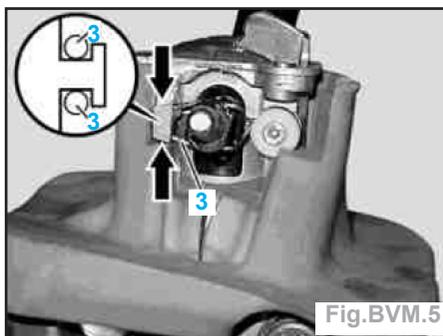

Fig.BVM.5
- Attention :** faire attention à ce que le ressort (3) s'appuie bien contre le palier d'appui (flèches) (Fig.BVM.5).